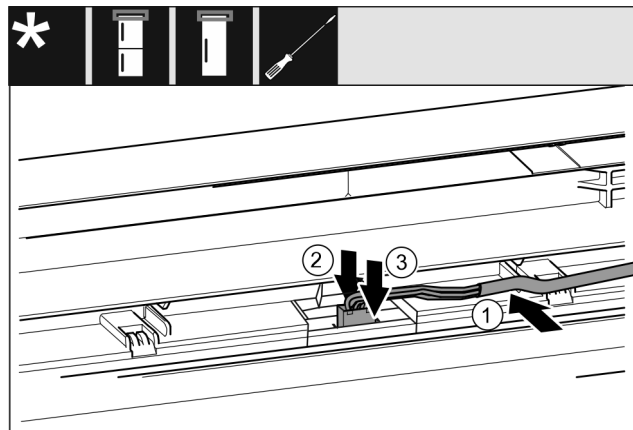

Fig. 44
- Shtroni me kujdes kabllon ngjyrë gri në udhëzuesin të dera lart. Fig. 44 (1)
- Shtypni nga prapa majën e kapjes. Fig. 44 (2)
- Mbërtheni në vend spinën. Fig. 44 (3)